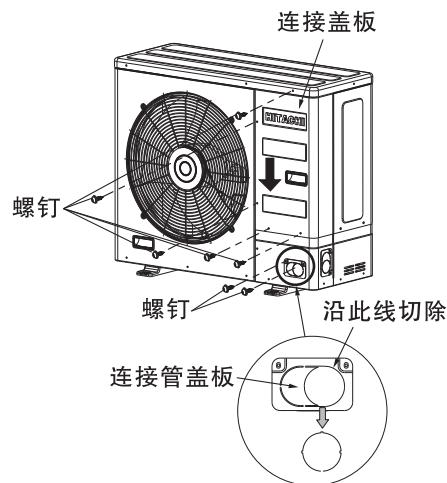
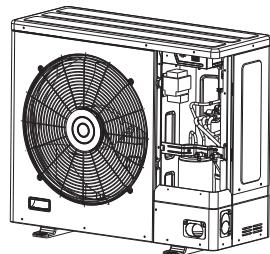

图22
图23
由于本室外机的截止阀在机器的内部，所以安装室内外连接管时必须将连接盖板拆下。如图22，拆下固定“连接盖板”的5处螺钉，将“连接盖板”向下再向外拆除。
当固定“连接盖板”的5处螺钉拆下后，“连接盖板”易按图22箭头方向，向下滑落。安装时请特别注意，防止其从高空坠落，造成人员伤亡。
- 本室外机正面、右面及后面共有3块连接管盖板。根据室内外连接管安装方向，拆下相应的“连接管盖板”，图22、图23为室内外连接管从前面安装的情况。
- 将固定连接管盖板的2处螺钉拆除，再将连接管盖板的中间部分切除，如图22。之后将连接盖板再安装到机器上。（如图23）